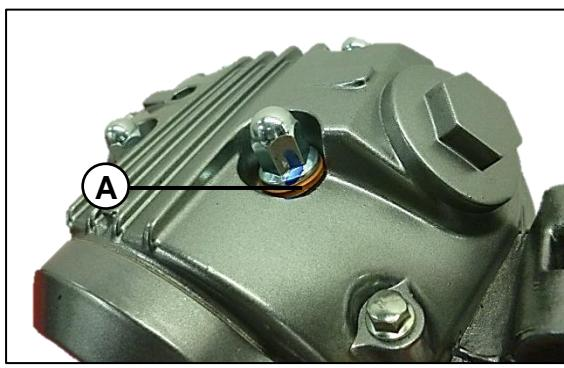

Fig. 09
Tener cuidado como se desensamblan y ensamblan los pernos y tornillos del culatin ya que esto debe hacerse en (X), para así evitar una deformación del elemento a desensamblar y ensamblar, tener en cuenta sustituir las arandelas de cobre (A) de cada uno de los 4 pernos Fig. 09 cada vez que se proceda al desensamble del culatin.